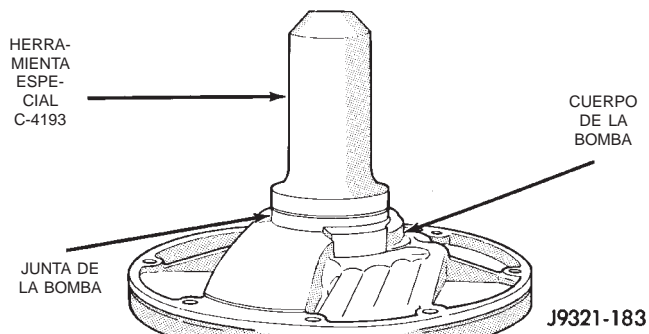

Fig. 133 Instalación de la junta de aceite de la bomba
(12) Instale una junta de aceite nueva en la bomba con la herramienta especial C-4193 y el mango C-4171 (Fig. 133). Asegúrese de que el reborde de la junta mire hacia adentro.
(13) Instale un aro retén nuevo alrededor del cuerpo de la bomba. Asegúrese de que el aro esté correctamente asentado en la acanaladura.
(14) Lubrique el reborde de la junta de aceite y el anillo O de la bomba con líquido para transmisiones.